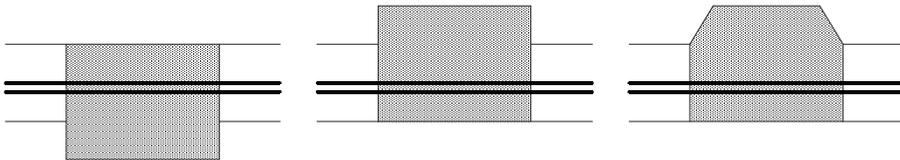

Abb. 33 Möglichkeiten der Modulkastenverbreiterung :
- ☞ Form der Verbreiterung rechteckig oder trapezförmig (siehe Abb. 33)